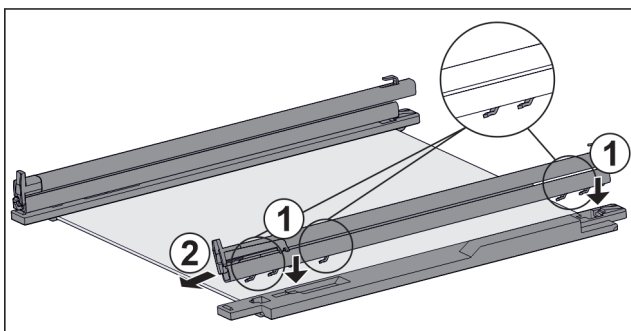

Fig. 125 Стекла́нная пластина с направляющими и крепежными элементами
- ▶ Поместите крючки направляющей в отверстия **левого** крепежного элемента. Fig. 125 (1)
- ▶ Потяните направляющую вперед. Fig. 125 (2)
- ▶ Поместите крючки направляющей в отверстия **правого** крепежного элемента. Fig. 125 (1)